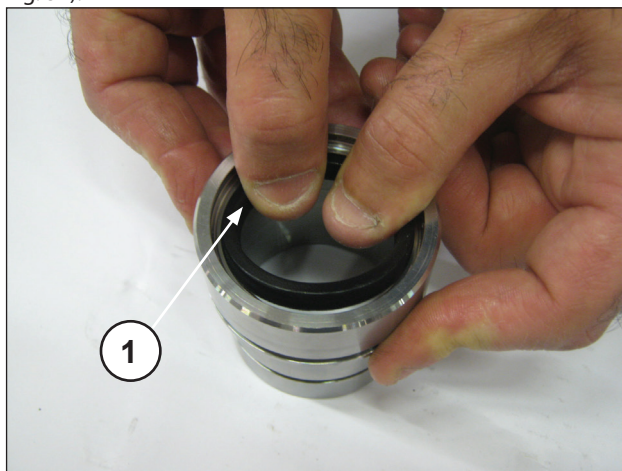
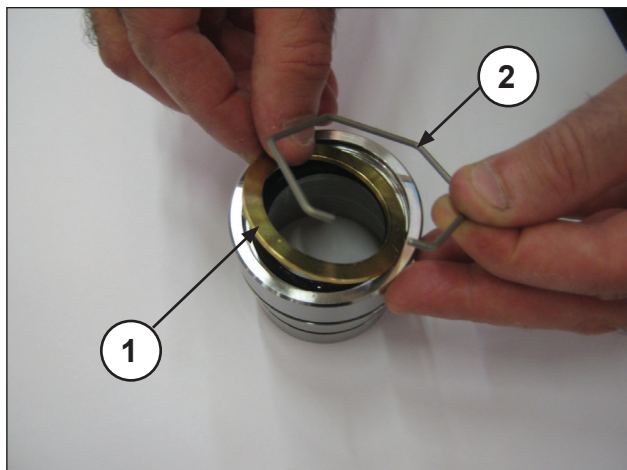
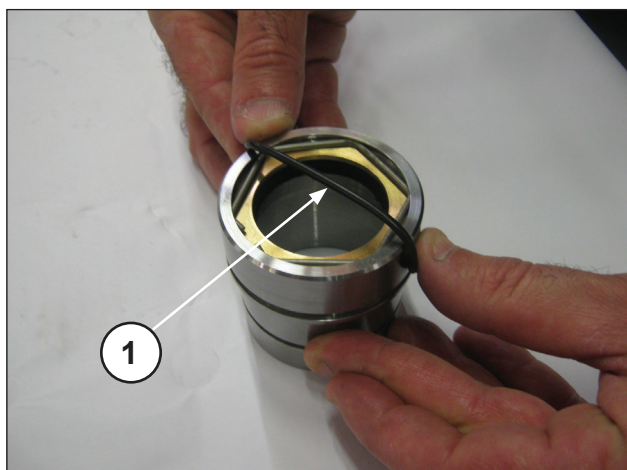

Fig. 52
Fig. 53
Fig. 54
Introducir la junta de baja presión en el soporte de las arandelas de prensaestopas (pos. ①, Fig. 52) controlando el sentido de montaje (el labio de retención debe estar hacia adelante, hacia la cabeza). Introducir la anilla de retención, la anilla de tope (pos. ①②, Fig. 53) y la junta tórica (pos. ①, Fig. 54).